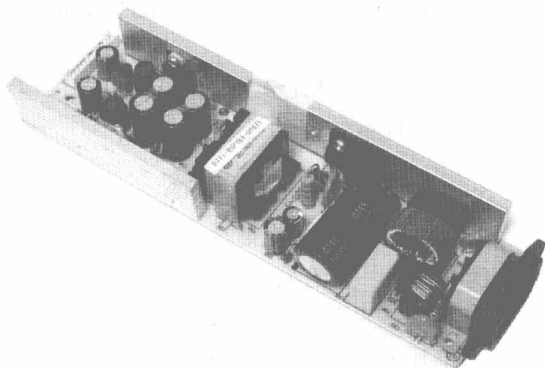

图 15-5 取下液晶显示器的供电模块
步骤⑥ 使用螺丝刀将液晶显示器的供电模块的螺丝卸下，然后拆下连接电缆，如图 15-5 所示。